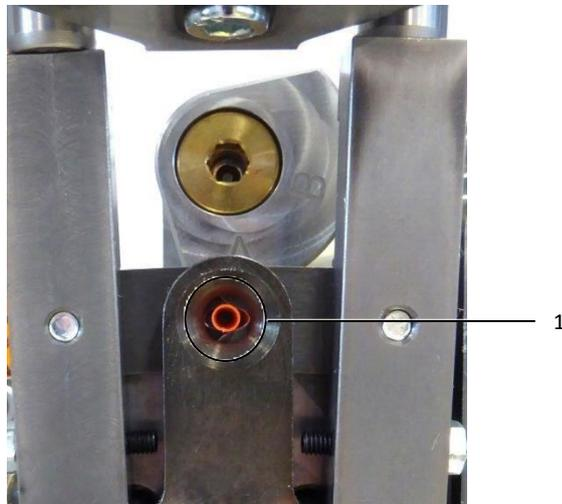

Fig. 35: Puntalino e unità di fissaggio trefolo sono allineati
- Correggere la posizione dell'unità di supporto del puntalino fino a quando il puntalino nella tenaglia di bloccaggio è allineato con l'unità di fissaggio del trefolo (fig. 35, pos. 1).